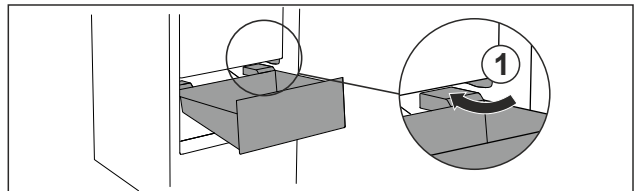

Fig. 26
- ▶ Lade schuin rond de stoppers Fig. 26 (1) leiden.